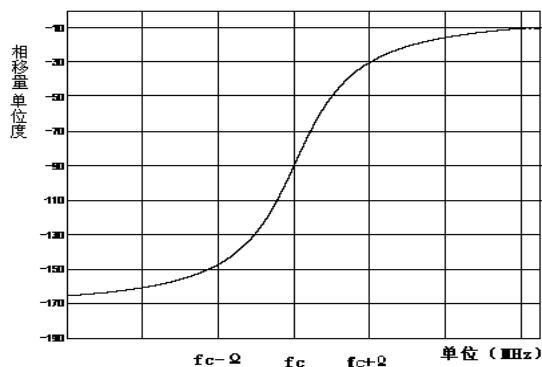

图 D-3 FM 信号经延时线后的相位响应曲线
- 输入近似的平均变频损耗值。本例中所用 A 波段混频器的平均变频损耗为 28dB，如图 D-3 所示。